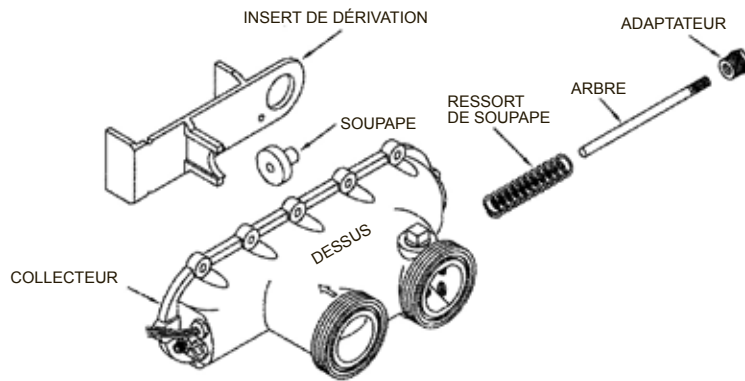

Figure 54: Soupape de dérivation
11. L'ensemble d'adaptateur/arbre et le ressort s'enlèvent en dévissant l'adaptateur comme montré à la figure 54.
14. Inspecter et s'assurer que le disque de soupape glisse librement sur l'arbre. Voir la figure 54.